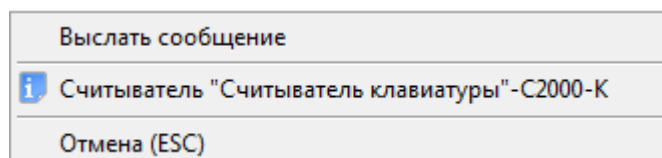

Рисунок 8-173 Контекстное меню для считывателя прибора "С2000-К"
- на пиктограмме считывателя прибора «С2000-К» и в контекстном меню выбрать пункт «Выслать сообщение» (см. Рисунок 8-173).